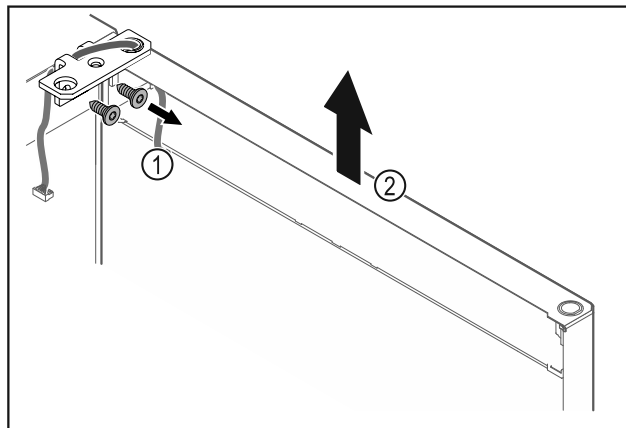

Fig. 24
- Desatornillar la escuadra de bisagra Fig. 24 (1).
- Levantar la puerta junto con la escuadra de bisagra Fig. 24 (2) aproximadamente 200 mm recta hacia arriba y retirar.